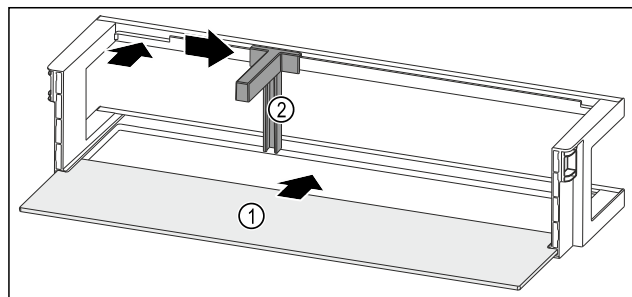

Fig. 89 Odkladací priestor vo dverách s odkladacou plochou
- ▶ Zasuňte odkladaciu plochu Fig. 89 (1) do bočných vybraní.
- ▶ Vložte držiak fliaš Fig. 89 (2) do vybrania.
- ▶ Potlačte držiak fliaš Fig. 89 (2) v požadovanej polohe do strany.